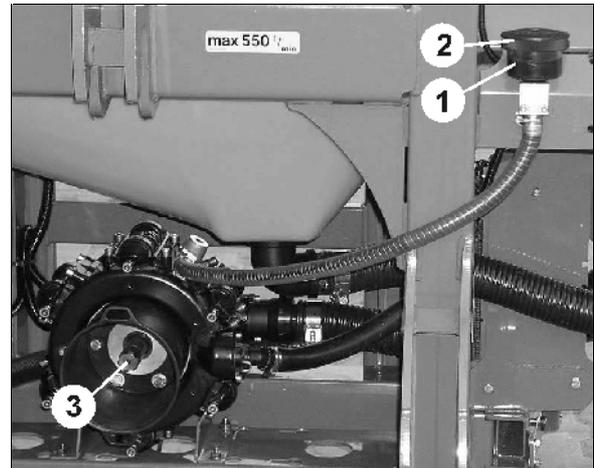

Bild 117
1. Kontrollera att oljenivån är vid markeringen (Bild 117/1) på siktglaset då kraftuttaget är urkopplat och sprutan står vågrätt.
2. Demontera locket (Bild 117/2) och fyll på olja om oljenivån ej syns vid markeringen (Bild 117/1).
2. Demontera locket (Bild 117/2).
- 3.2 Dra runt pumpaxeln (Bild 117/3) för hand tills all olja runnit ut.
5. Vrid pumpaxeln (Bild 117/3) växelvis åt höger och vänster och fyll långsamt på ny olja. Korrekt oljevolymer är påfylld då oljenivån når upp till markeringen (Bild 117/1) på siktglaset.